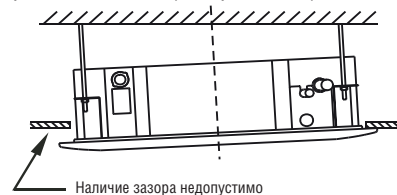

Рисунок 4-16
- 4) Если после затяжки винтов сохраняется зазор между панелью и подвесным потолком, необходимо изменить высоту подвеса внутреннего блока. (См. рис. 4-16).